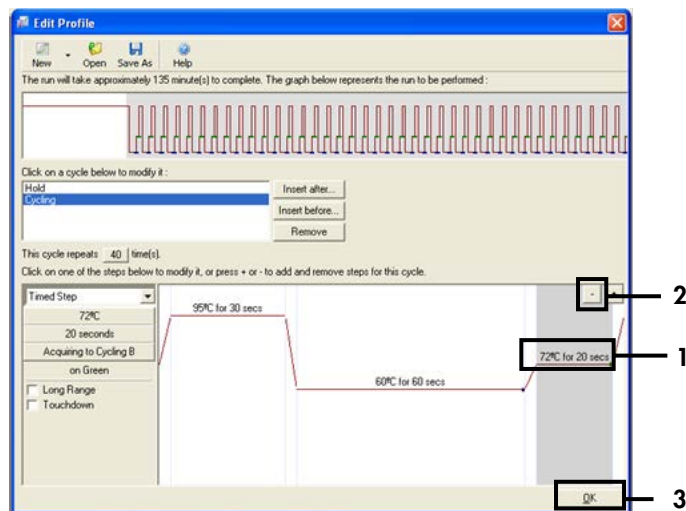

Figura 28. Eliminación del paso de extensión 1 = tercer paso; 2 = eliminar; 3 = "OK"(Aceptar).
11. Seleccione el tercer paso y elimínelo mediante "-". Haga clic en "OK" (Aceptar) (figura 28).